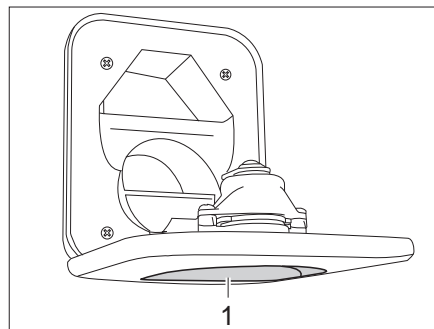

Fig. 253 Bec de remplissage d'eau fraîche pour les toilettes
- Ouvrir le bec de remplissage d'eau fraîche pour les toilettes (Fig. 253,1) au-dessus du portillon de la cassette Thetford et le faire pivoter vers le bas.